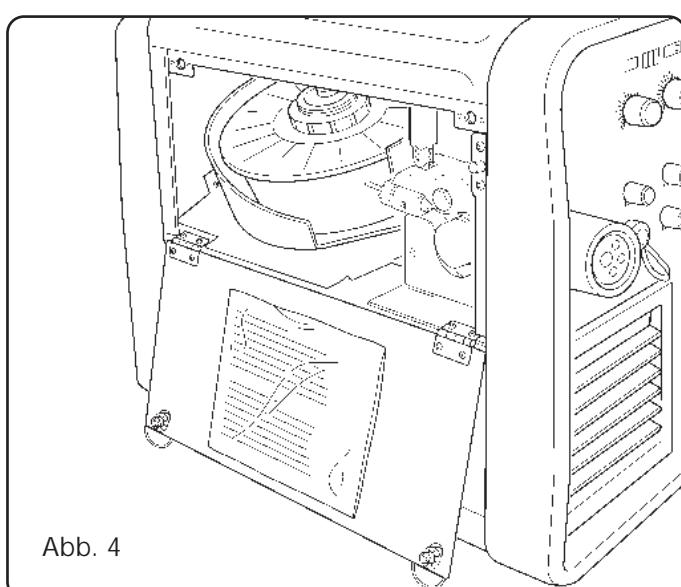

Abb. 4
- Das zu verwendende Programm aus der Liste auswählen, die sich in einem Beutel im beweglichen Seitenteil befindet (Abb. 4).
befindet (Abb. 4).